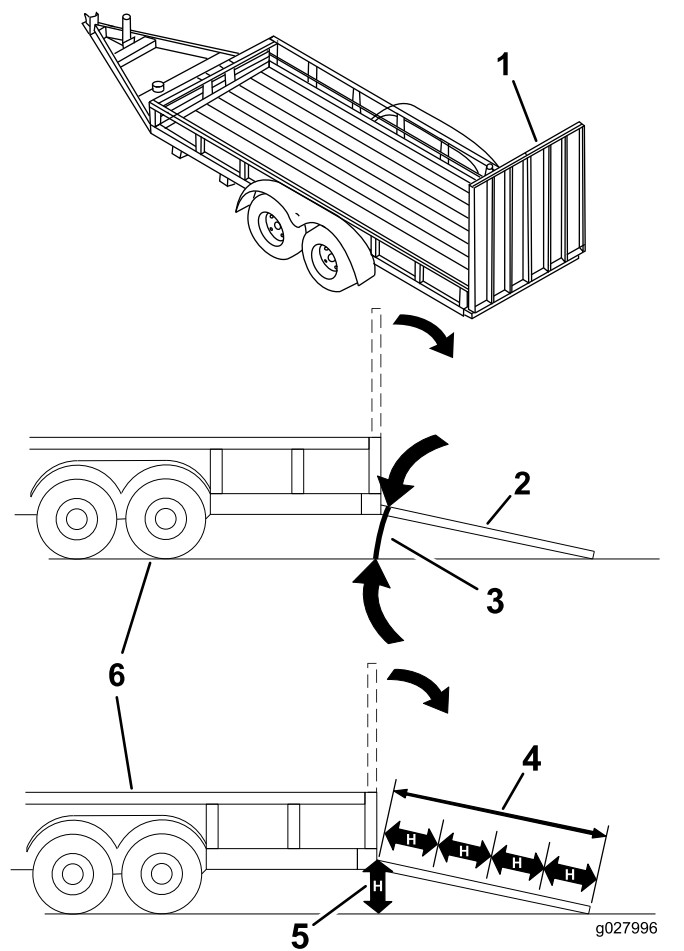

Figura 38
Quando si carica la macchina su un trailer o un autocarro si aumenta il rischio di ribaltamento, che può causare gravi ferite ed anche la morte (**Figura 38**).
3. Abbassate la rampa, assicurandovi che l'angolazione tra la rampa e il terreno non superi 15 gradi (Figura 38).
1. Abbassate la rampa, assicurandovi che l'angolazione tra la rampa e il terreno non superi 15 gradi (Figura 38).